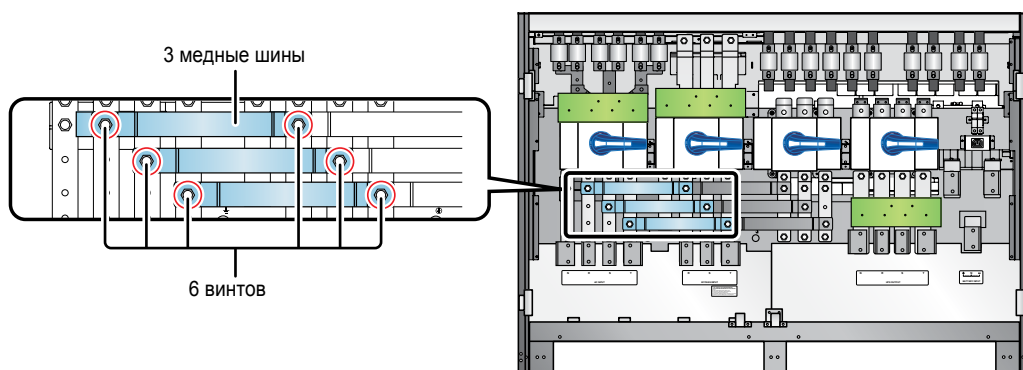

Рис. 5-9. Расположение шести винтов и трёх медных шин
- 2 После снятия панелей ослабьте торцевым ключом шесть винтов (см. **Рис. 5-9**), снимите три медные шины и затяните винты (момент затяжки винтов: 250 ± 5 кгс.см). Теперь ИБП переведён в конфигурацию с двумя входами.